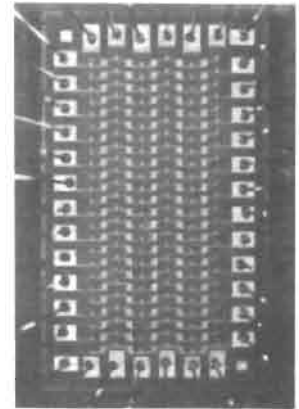

Fig. 8 - Matrice integrata di  $6 \times 24$  fototransistor dell'Optacon.
Da tutte queste ricerche è infine derivato l'Optacon (11,12) (Telesensory Systems inc., Palo Alto, Cal.) (fig. 6, 7). L'area visiva della sua sonda corrisponde, grosso modo, a quella di un normale carattere a stampa. La sua immagine viene traslata in un facsimile tattile che si forma su di una matrice di  $6 \times 24$  sensori vibranti a piezoceramiche biforme (14). Il non-vedente percepisce l'immagine tattile col polpastrello di una mano, mentre coll'altra guida la sonda lungo la riga di caratteri da «leggere». Il sensore optoelettronico (fig. 8), formato da 144 ( $6 \times 24$ ) fototransistor integrati su di un unico chip, è munito di un'ottica ad ingrandimento variabile (1:2.5) nonché di un illuminatore. L'intero apparato (fig. 16) pesa solo 8 libbre.